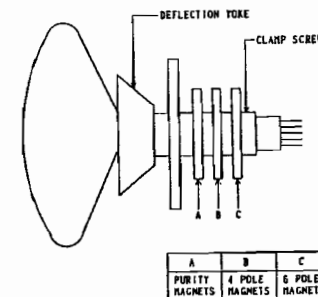

Figure 3 Picture Tube Neck Component Location
1. Prüfen Sie die richtige Lage aller Ablenkkomponenten (siehe Abb. 3).
1. Check for correct location of all neck components. (Refer to Fig. 3)